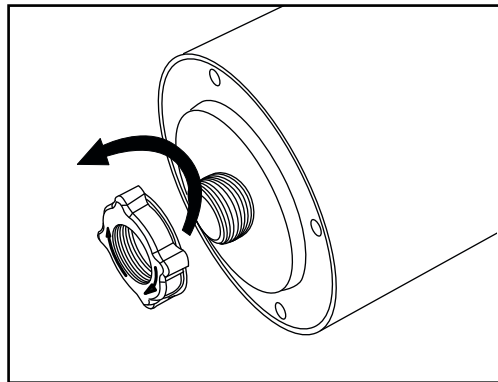

Fig. 3
- Remove the plastic ring nut (F) from the appliance (Fig. 3).
- Retirez la bague en plastique (F) de l'appareil (Fig. 3).